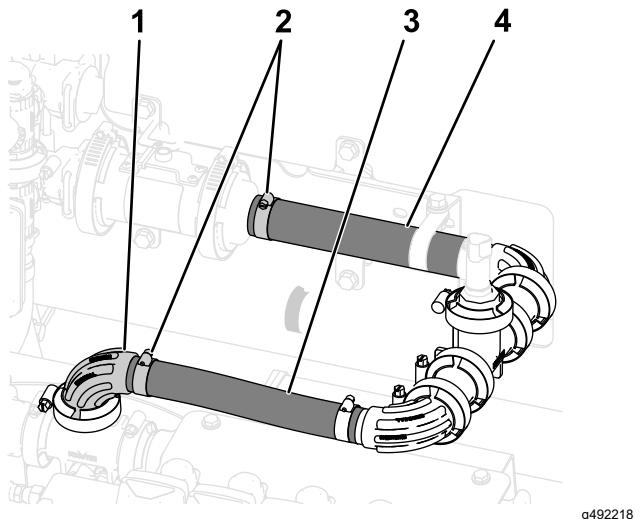

Figure 51
3. Serrez le collier qui fixe le flexible (1" x 7 $\frac{1}{4}$ ") sur le raccord à bride cannelé (1") que vous avez monté lors de Montage du collecteur du transducteur de pression \(page 22\) ; voir Figure 51.